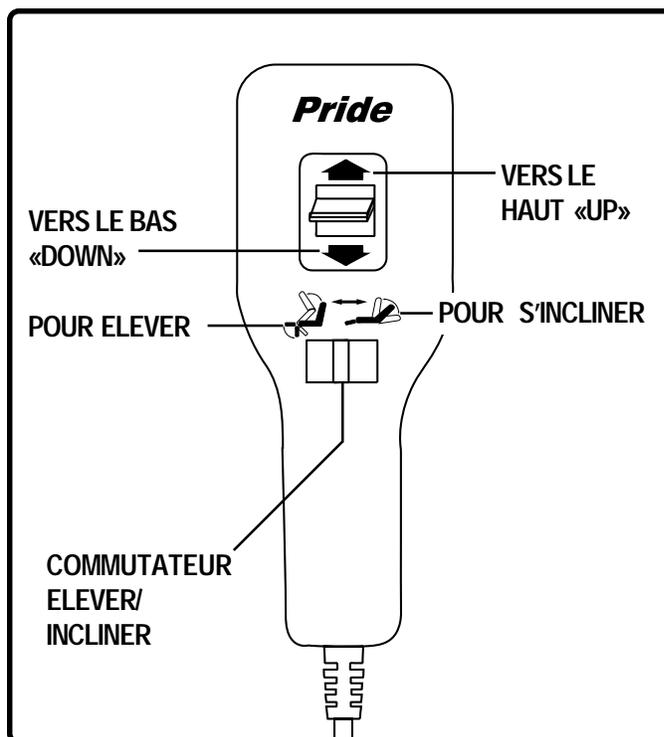

Figure 5.3 Manette série Infinite
*NOTE: Pour les modèles de la série DMR/Infinite, placez le bouton «lift/recline» (Fig. 5.3) dans la position «lift» avant d'élever votre fauteuil. Sur la manette avec chaleur et massage Deluxe, ce bouton est situé au dessus du commutateur à bascule. Un voyant vert vous indique si vous êtes en fonction «lift» (élever) ou en fonction «recline» (incliner).*